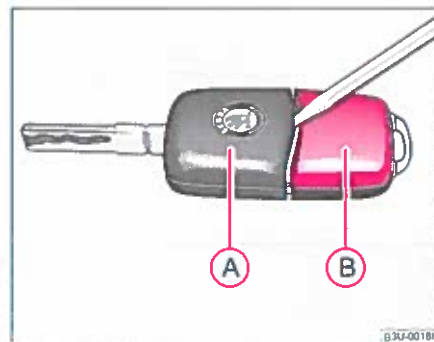

Fig. 19 Adskil nøglen med fjernbetjeningen
Hver nøgle med fjernbetjening har et batteri, som er placeret nede i nøglens håndtag (B) → fig. 19. Det anbefales at udskifte nøglens batteri på et autoriseret værksted. I tilfælde af at man ►
- Tag forsigtigt nøgledelen (A) ⇒ side 36, fig. 19 af senderhusets (B) med en skruetrækker.